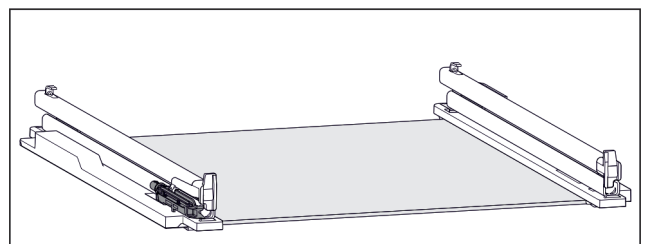

Fig. 201 Dämpfungseinheit
- An der linken Schiene ist die Dämpfungseinheit befestigt. (siehe Fig. 201) An der rechten Schiene ist keine Dämpfungseinheit befestigt.